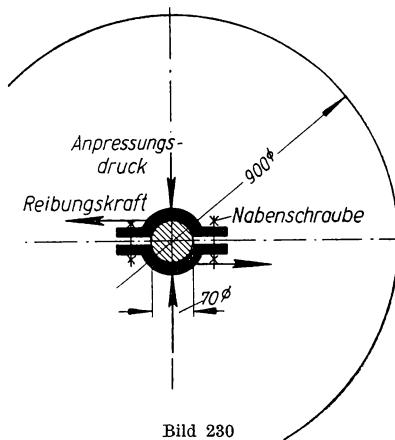

Bild 230
- 355.** Eine Riemenscheibe von 900 mm Durchmesser überträgt 17 PS mit $n = 210 \text{ U/min}$ auf eine Welle von 70 mm Durchmesser (Bild 230). Die beiden Nabenhälften der zweiteiligen Scheibe sollen